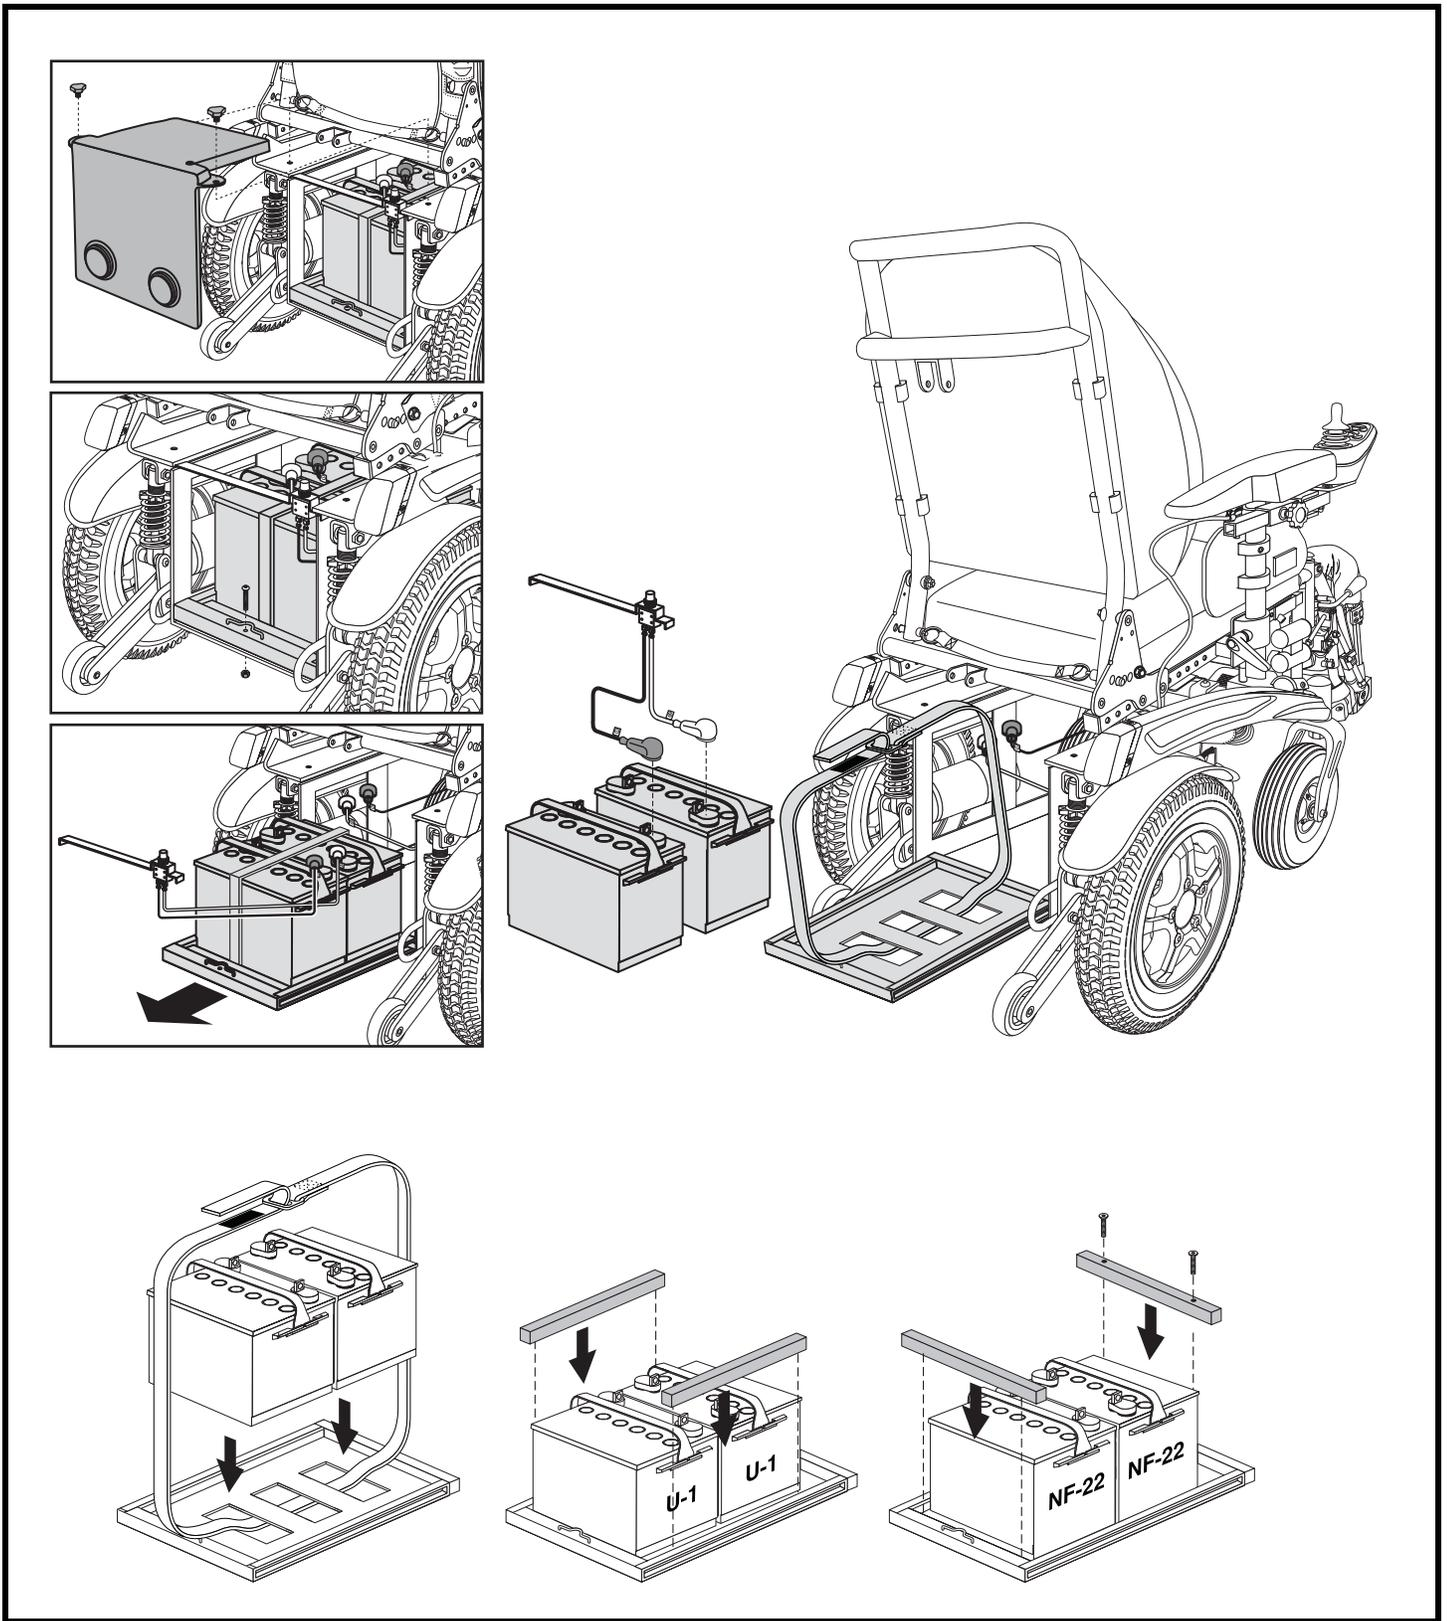

Figure 29. Remplacement des batteries
Un schéma de câblage des batteries figure sur l'auto-collant situé sur la porte du compartiment à batteries. **Voir la figure 29.** Vérifiez le Tableau des Spécifications pour les informations relatives à votre type de batterie.
6. Soulevez le boîtier à batteries par sa poignée et faites le glisser vers l'arrière. **See figure 29.**
10. Installez les nouvelles batteries. **Voir la figure 29.**
12. Branchez les câbles de la batterie avant sur les bornes de la batterie avant selon le diagramme de branchement. **Voir la figure 29.**
13. Branchez les câbles de la batterie arrière sur les bornes de la batterie arrière selon le diagramme de branchement. **Voir la figure 29.**